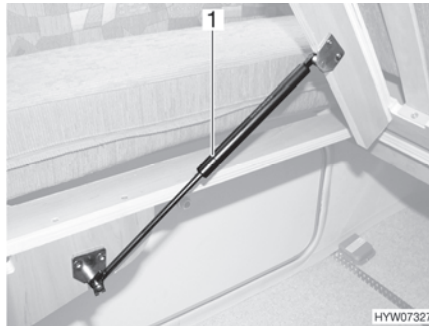

Bild 118 Fast säng
■ Lyft ribbotten. Gasfjädrarna (Bild 118,1) håller kvar ribbotten i öppet läge.